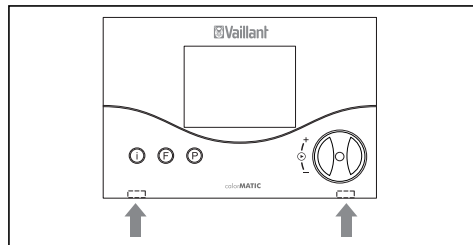

Fig. 4.1 Desbloquear os ganchos de engate
- Afaste os ganchos de engate para o lado pressionando-os cuidadosamente com uma chave de fendas (Fig. 4.1) e remova o regulador puxando-o para a frente.